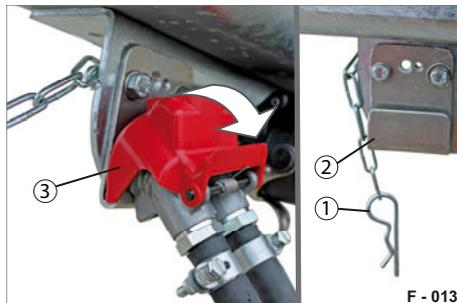

Abb. 17 Duo-Matic auf Parkkonsole
- ▶ Ziehen Sie den Federstecker (Abb. 17/1) aus der Parkkonsole (Abb. 17/2) heraus.
- ▶ Drücken Sie den Verschlussdeckel (Abb. 17/3) ab und entnehmen Sie die Duo-Matic Kupplung von der Parkkonsole.